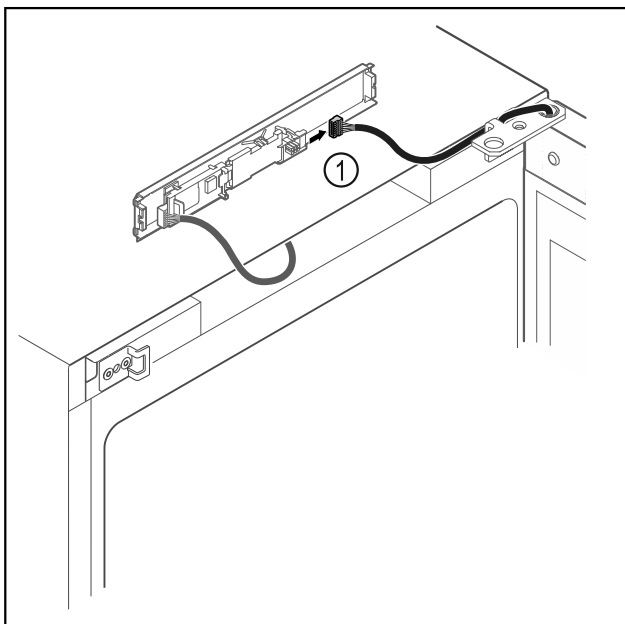

Fig. 20
- ▶ Stecker Fig. 20 (1) von Platine abstecken.